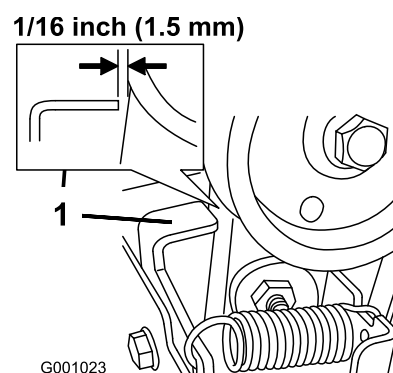

Bild 47
3. Kuppeln Sie den Räumwerk-/Gebläseradhebel aus und stellen Sie sicher, dass der Abstand zwischen der Räumwerkkupplung und der Lasche 1,5 mm beträgt (Bild 47).